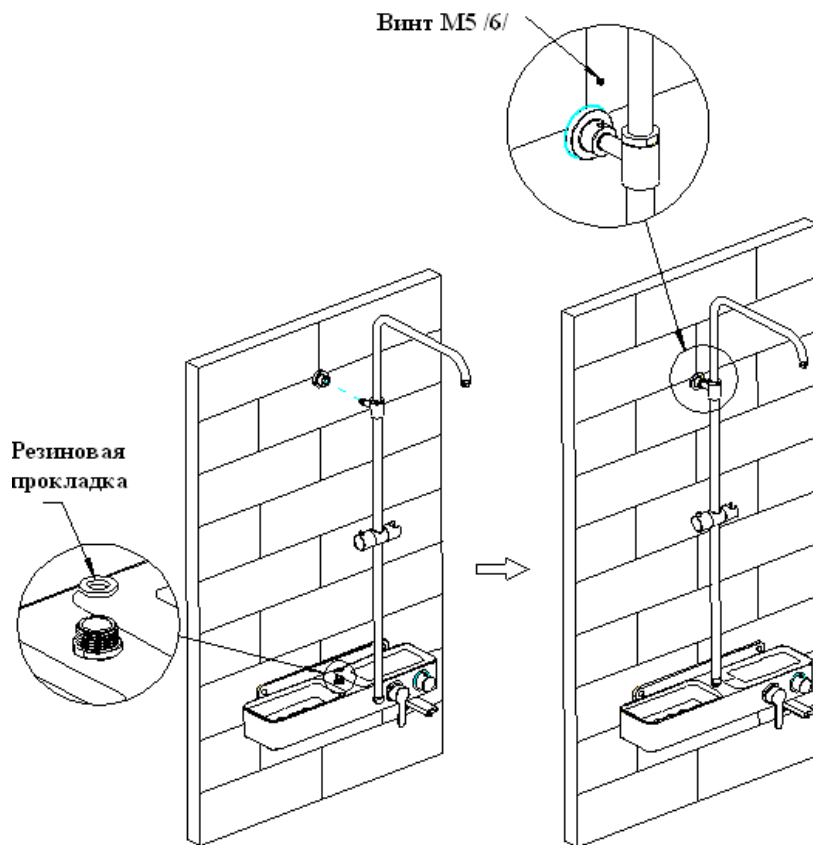

Рис.13
2.4 Прикрутите душевую штангу (5) к выходу воды на корпусе смесителя (1), пожалуйста, убедитесь, что резиновая прокладка находится внутри штанги, затем вставьте душевую штангу (5) в настенный кронштейн (8) и зафиксируйте его с помощью винта М5 (6) в настенном кронштейне (8) с помощью шестигранника, (рис.13).